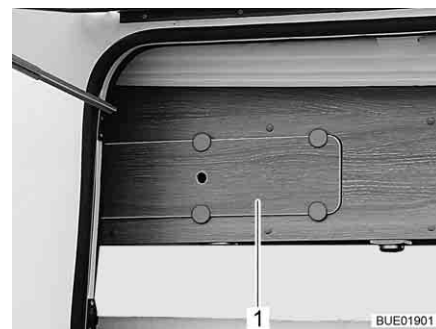

Bild 178 Skydd på hängskåpet
- Tag bort plattan (Bild 178,1).